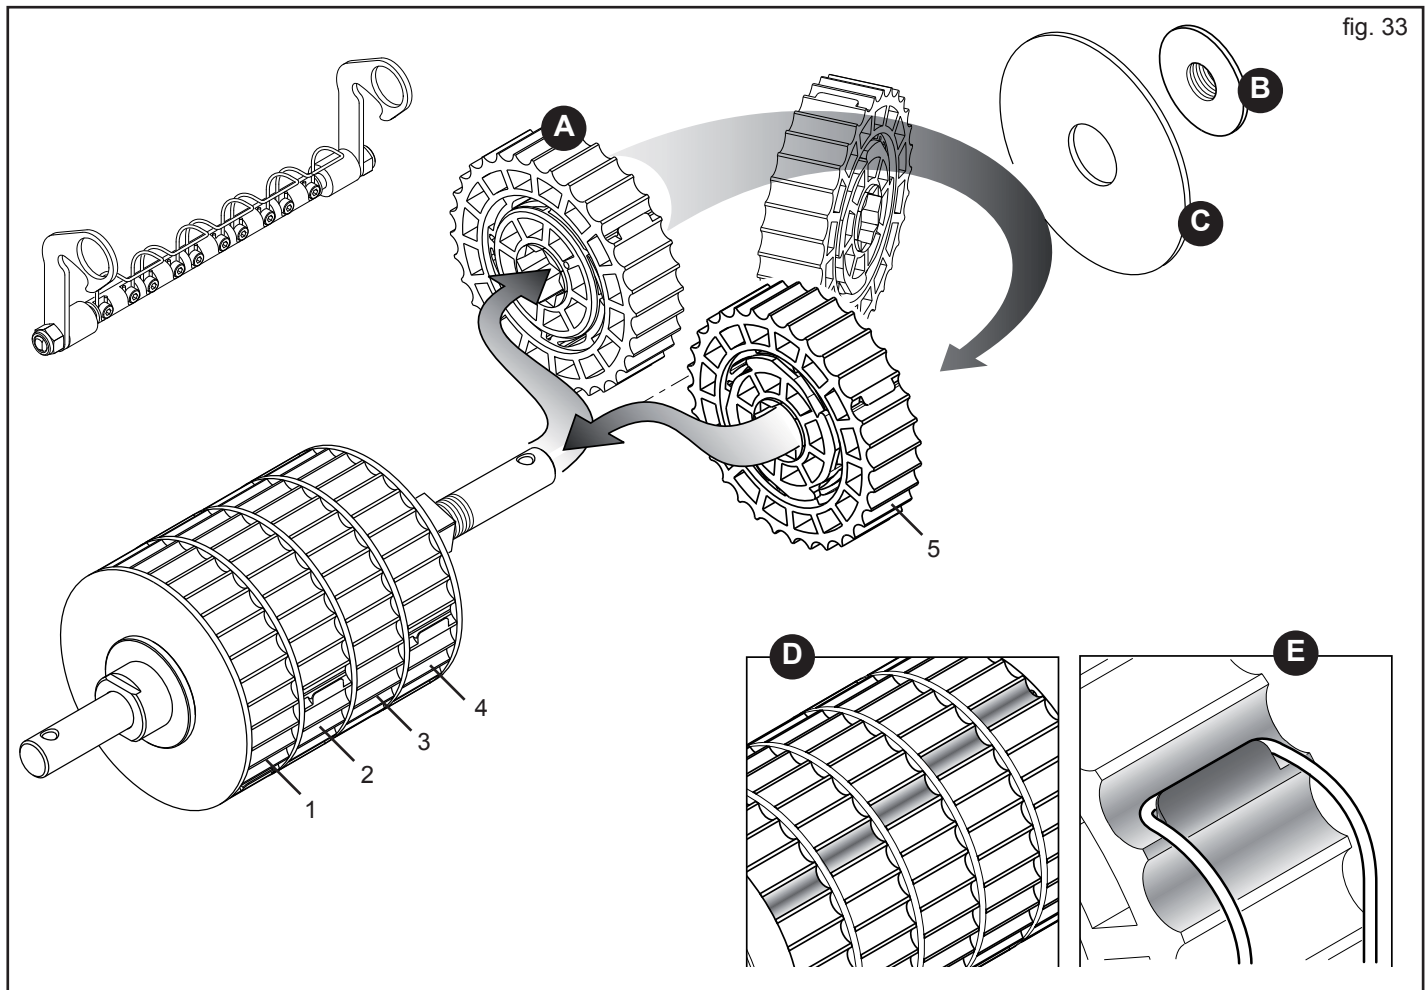

fig. 33
Premesso che ogni settore (A, Fig. 33) distribuisce il 20% di prodotto dell'intero rullo dosatore, è possibile aumentare i settori in lavoro e ridurre rispettivamente la velocità di rotazione del cambio, ottenendo una distribuzione omogenea.
Dopo aver smontato il rullo di dosaggio dall'attrezzatura, svitare il pomello (B, Fig. 33) e togliere la ghiera di bloccaggio (C). Sfilare il settore o i settori da escludere e rimontarli capovolti di 180° **rispettando le posizioni** (1-2-3-4-5, Fig. 33).
Nel rimontare i settori, fare in modo che in condizioni di lavoro quelli attivi presentino le camere sfalsate una dall'altra (D, Fig. 33), per garantire continuità alla distribuzione.
Bloccare l'elemento pulitore nella posizione di lavoro, verificando che le molle non aggancino i settori precedentemente capovolti (E, Fig. 33) impedendone la rotazione e quindi la distribuzione.